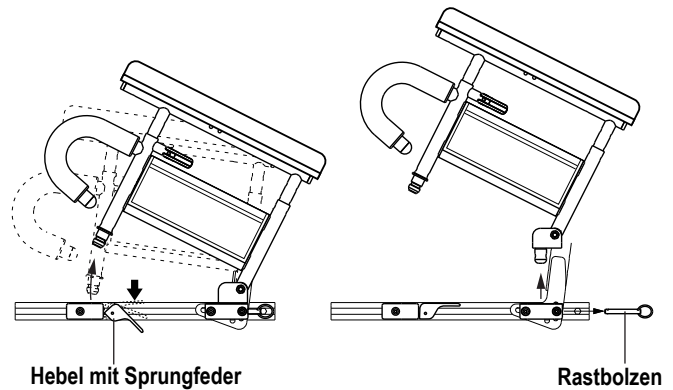

Abbildung 10. Entfernung und Anbringung einer Armlehne mit zwei Stützen
Die Höhe der Zwei-Stangen-Armlehne lässt sich im Bereich von 22,9–33 cm (9–13 Zoll) in Schritten von 2,54 cm (1 Zoll) einstellen. Diese Höhe wird vom obersten Punkt der Sitzschiene bis zum obersten Punkt der Armauflage gemessen. Sie können die Armlehnen für den Transfer auch hochklappen oder sie komplett entfernen. **Siehe Abbildung 10.**
1. Drücken Sie den mit einer Sprungfeder ausgestatteten Hebel nach unten und ziehen Sie den vorderen Teil der Armlehne nach oben. **Siehe Abbildung 10.**
1. Stecken Sie das hintere Ende der Armlehne in die dafür vorgesehene hintere Sitzhalterung und bringen Sie den Rastbolzen an. **Siehe Abbildung 10.**